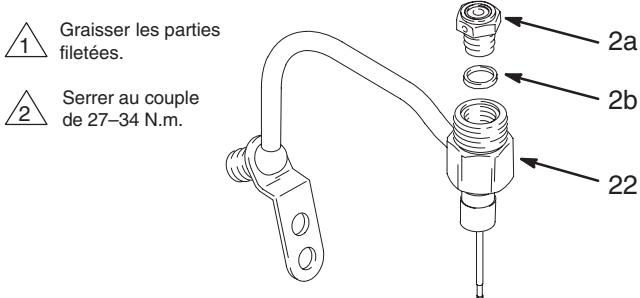

Fig. 15
- Placer le joint d'étanchéité (2b) sur le siège de la vanne (2a). Graisser les parties filetées du siège de la vanne (2a). Visser le siège de la vanne dans le corps du tuyau de fluide (22). Serrer à 27–34 N.m. Voir Fig. 15.